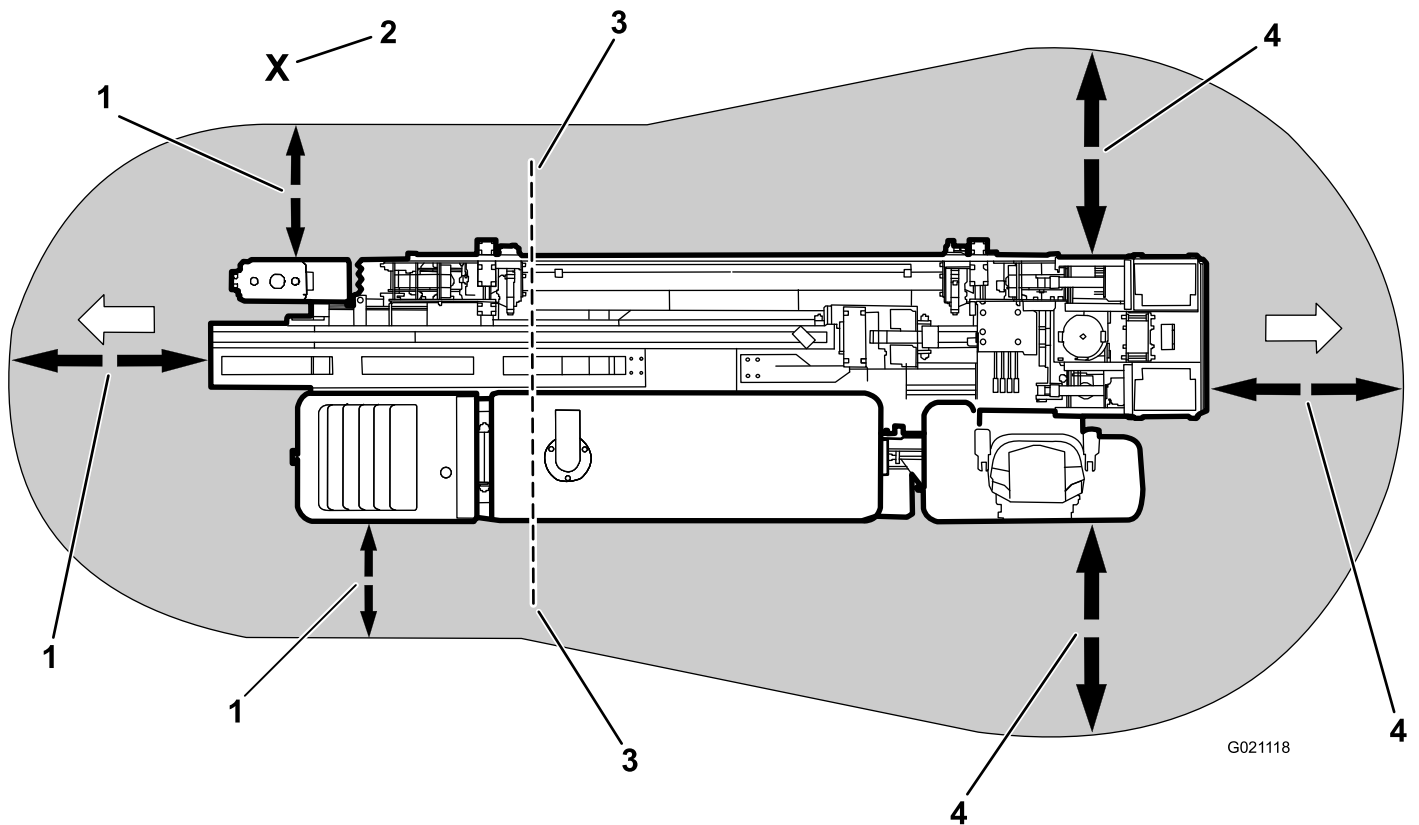

Figura 3
- Opere o controle a cabo de locomoção na lateral da máquina e fora da zona de perigo (Figura 3).